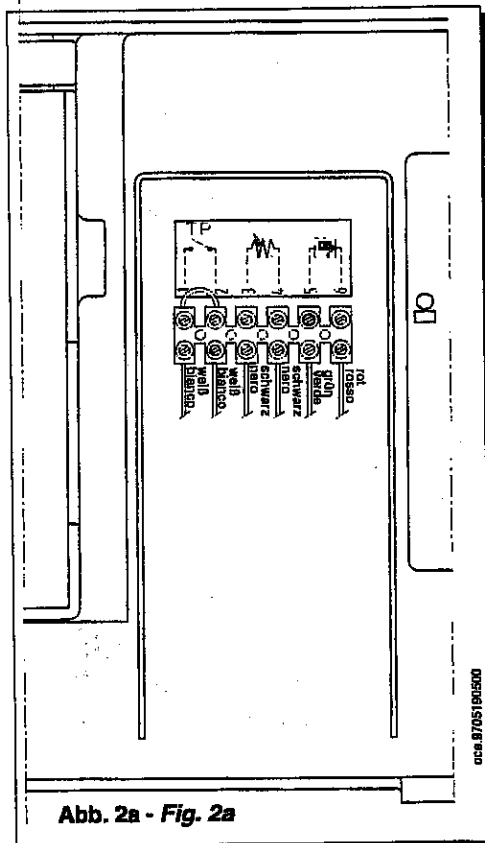

Abb. 2a - Fig. 2a
- Den linken Deckel der elektrischen Dose öffnen, um an das Klemmenbrett heranzukommen (Foto 4). Im Inneren sind eine Klemmbrett angebracht (Abb. 2a): ein anderes für die Verbindung des Außenfühlers der Fernsteuerung und des Thermostates für Anlagen auf dem Boden.
- Accedere alla morsettiera tramite l'apertura del coperchio delle connessioni (foto 4). All'interno è posizionata una morsettiera (fig. 2a) per il collegamento della sonda esterna del controllo remoto e del termostato per impianti a pavimento.
- 1) Die beiden Drähte der Außenseite an den Klemmen 3 und 4 des Klemmenbretts anschließen (Abb. 2a).
- 1) Collegare i due fili che fanno capo alla sonda esterna sui morsetti 3 e 4 della morsetteria di caldaia (Fig. 2a).